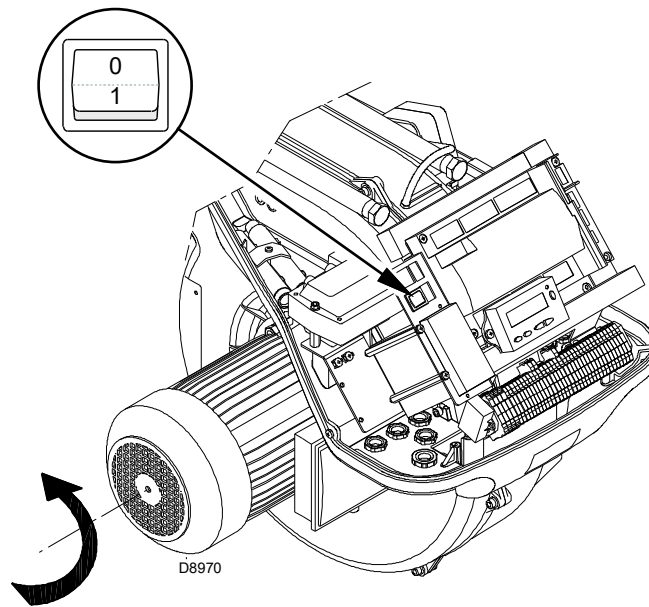

Abb. 28
Speisen Sie den Brenner über den Trennschalter am Schaltkasten des Heizkessels elektrisch. Schließen Sie die Thermostate/Druckwächter und bringen Sie den Schalter in Abb. 28 in Position "1".
Stellen Sie sich, sobald der Brenner startet, vor dem Kühlgebläse des Gebläsemotors auf und prüfen Sie, ob sich dieses entgegen dem Uhrzeigersinn dreht. Siehe Abb. 28.
- Stellen Sie den Schalter von Abb. 28 in Position "0" und warten Sie ab, dass das Steuergerät die Abschaltphase ausführt;
Der Brenner befindet sich im Wartestatus bei Wärmeanfrage oder der Wahlschalter "0-1" (Abb. 28 auf Seite 32) steht auf Position "0".
Mit dem Wahlschalter "0-1" von Abb. 28 auf Seite 32 schaltet der Brenner nicht sofort aus, sondern es wird die Abschaltphase ausgeführt.